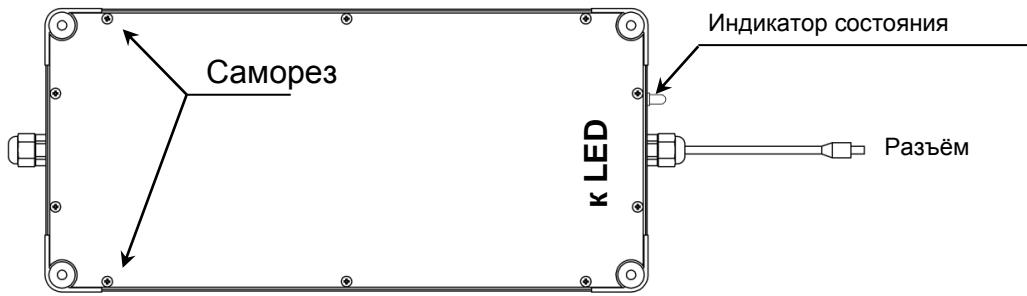

Рисунок 3 Выносная коробка БАП
- Открыть выносную коробку с БАП, открутив десять саморезов (рисунок 3).